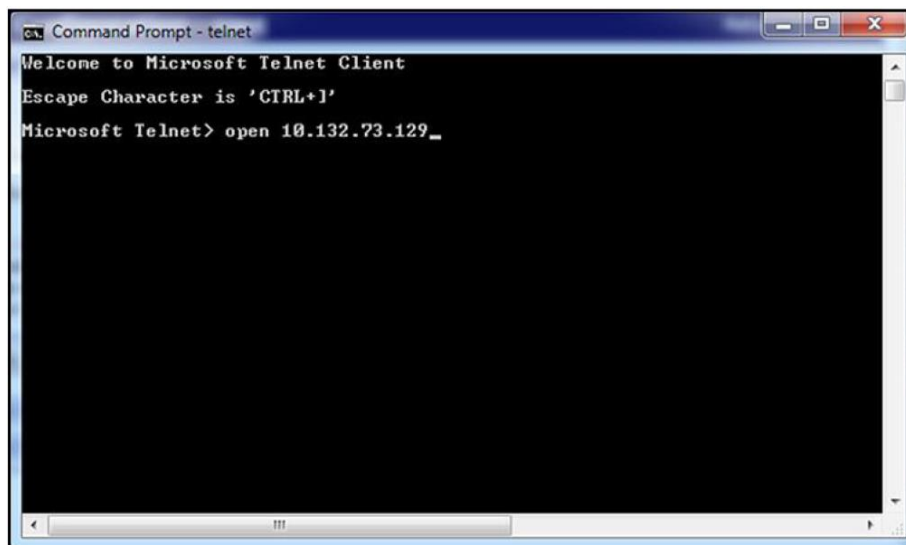

図 75 : Telnet OPEN コマンド
2. モジュールに接続するには、OPEN コマンドをモジュールの IP アドレスとともに使用します（下の図 75 を参照）。